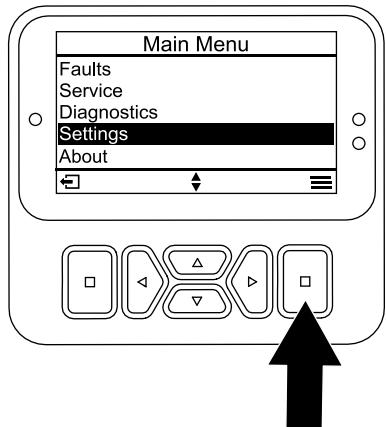

Figura 25
1. En el menú PRINCIPAL, vaya al menú SETTINGS (Ajustes) y pulse el botón de selección (Figura 25).